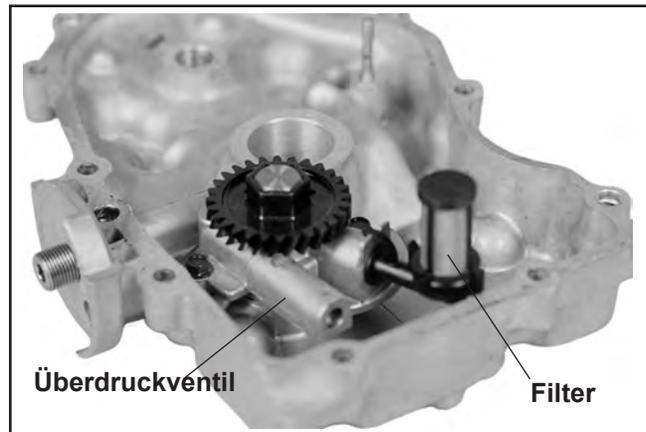

Abbildung 10-15. Ölpumpe, Ölfilter und Druckbegrenzungsventil (Original-Typ).
5. Liegt ein Ablassventil wie das in Abbildung 10-15 gezeigte vor, muss der Stift herausgezogen werden, um Feder und Kolben des Öldruckbegrenzungsventils zu entfernen. Die folgenden Anweisungen für Inspektion und erneute Montage sind zu beachten.